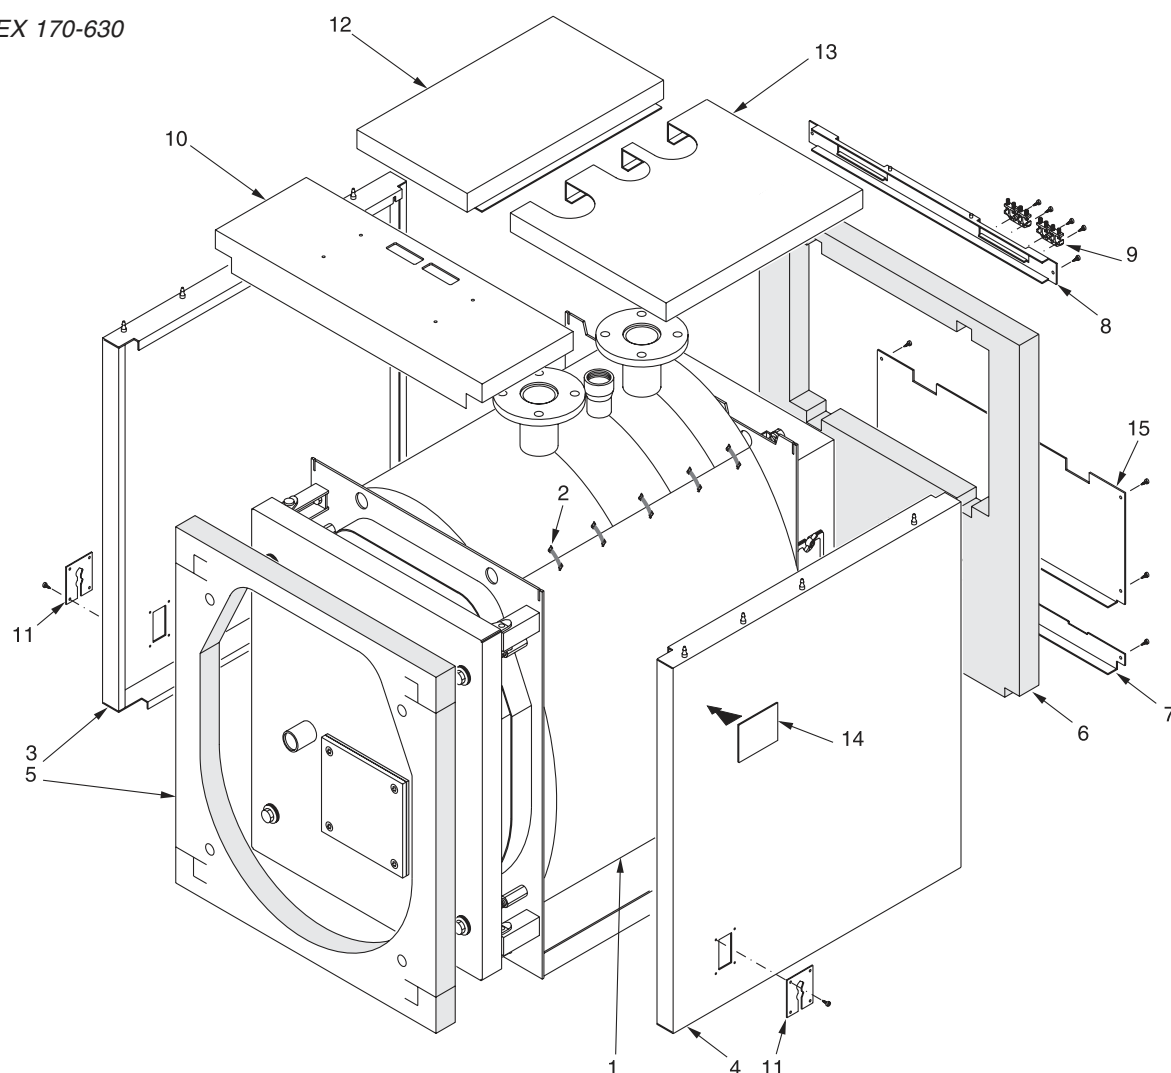

рис. 21
**N.B.** Для моделей котла от **ELL 170 до ELL 510** (см. рис. 21), обшивка и изоляция находятся в одной упаковке с маркировкой:
**N.B.** Для модели **ELL 630** (см. рис. 21) и для моделей от **ELL 760 до ELL 2200** (см. рис. 22 и 23), обшивка и изоляция находятся в трех упаковках маркированных:
### Последовательность монтажа (см. рис. 21)